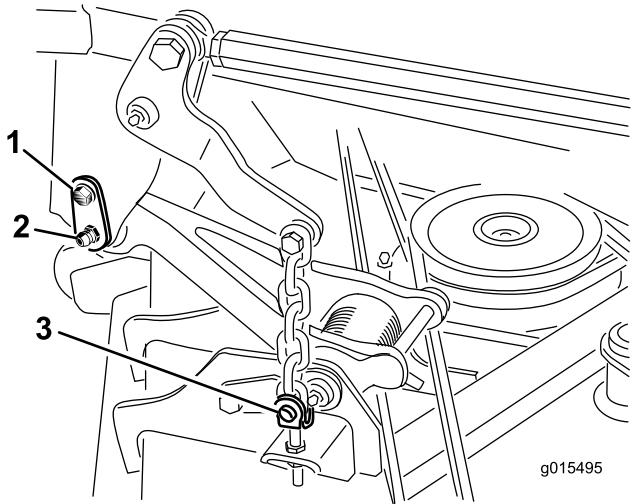

Figura 1
- Retire el tornillo de cuello largo que sujeta el pasador de retención al bastidor de tiro (Figura 1).
8. Retire los 4 pasadores de anilla y las chavetas que sujetan las cadenas de elevación de la carcasa a las horquillas de ajuste de la carcasa de corte (Figura 1).